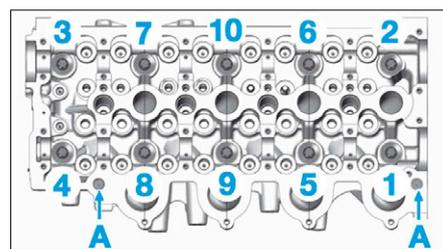

FIG. 94
- les vis de culasse dans l'ordre indiqué (Fig.94),
- Décoller la culasse à l'aide des leviers [1] positionner en (A).